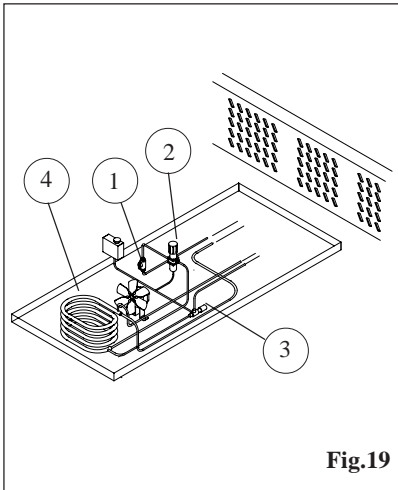

Fig.19
Qualora si verifichi un anomalo flusso dell'acqua nel condensatore, per effettuare il controllo del circuito, rimuovere il pannello di protezione posteriore ed estrarre il circuito frigo, agendo sulla base di appoggio mobile. Verificare innanzitutto che all' altezza del rubinetto acqua (pos.1 - fig.19) il flusso sia regolare.
Qualora sia esso la causa del malfunzionamento, sostituire il rubinetto, smontando gli attacchi idraulici dello stesso. Se non fosse questa la causa, il controllo successivo deve essere effettuato all' altezza della valvola di regolazione del flusso (pos.2 - fig.19).
First of all check if the water flux of the opening tap is regular (pos.1 - fig.19).
If it is the reason of the malfunction, substitute the opening tap, disassembling its hydraulic caps. If there is still a malfunction, check flux control valve (pos.2 - fig.19).
**WARNING! The disassembling must be done only after having closed the opening tap of cooling gas (pos.3 - fig.19).**
**ATTENZIONE! L'operazione di smontaggio della valvola deve essere eseguita solo dopo aver chiuso il rubinetto di mandata del gas refrigerante (pos.3 - fig.19).**
If even this one is not the cause of bad working, work on the last possible cause, that means on the oil condenser (pos.4 - fig.19). Check if it is just a simple occlusion, which can be removed with products against limestone or if it must be removed.
Se anche questa non fosse la causa del malfunzionamento, agire sull'ultima possibile causa, cioè sulla serpentina del condensatore (pos.4 - fig.19).
Vérifier avant tout que le flux soit régulier au niveau du robinet d'eau (pos.1-fig.19)
Dans le cas où ce soit le robinet la cause du mal fonctionnement, remplacez-le, démontant ses prises hydrauliques. Si ce n'est pas celle-ci la cause, le contrôle suivant doit être effectué chez la valve de réglage du flux (pos.2-fig.19).
**ATTENTION! Le démontage de la valve doit être exécuter seulement après le robinet du gaz réfrigérant (pos.3 - fig.19).**
Même si celle-ci n'est pas la cause du mal fonctionnement, agir sur la dernière cause possible, c'est à dire sur le serpentín du condensateur (pos.4-fig.19).
Kontrollieren Sie erst, daß den Fluß auf der Höhe vom Wasserhahn korrekt ist (Pos.1-Abb.19).
Wenn der Hahn gut funktioniert, kontrollieren Sie auf der Höhe vom Wasserdruckregler (Pos.2-Abb.19).
**ACHTUNG! Nur, nachdem Sie den Kühlgashahn zuge dreht haben, können, Sie den Regler demontieren (pos.3 - fig.19).**
Wenn es auch diese letzte nicht die Ursache der Funktionsstörung ist, arbeiten Sie an der letzten möglichen Ursache, das heißt an der Kondensatorschlange (Pos.4-Abb.19).
Caso que se verifica un flujo anómalo del agua en el condensador, para efectuar el control del circuito, remover el panel de protección posterior y extraer el circuito frigo, obrando sobre la base de apoyo móvil. Verificar ante todo que a la altura del grifo del agua (pos. 1 - fig. 19) el flujo sea regular.
Caso que él es la causa del mal funcionamiento, substituir el grifo, desmontando las conexiones hidráulicas del mismo. Si ésta no es la causa, el control sucesivo debe ser efectuado a la altura de la válvula de regulación del flujo (pos. 2 - fig. 19). Verificado que la causa sea la válvula de regulación del flujo, substituir la desmontando las conexiones hidráulicas de la misma.
**ATENCION! La operación de desmontadura de la válvula debe ser efectuada solamente después que el grifo de envío del gas refrigerante ha sido cerrado (pos. 3 - fig. 19).**
Si ésta no es la causa del mal funcionamiento, obrar sobre la última causa posible, es decir sobre la serpentina del condensador (pos. 4 - fig. 19).